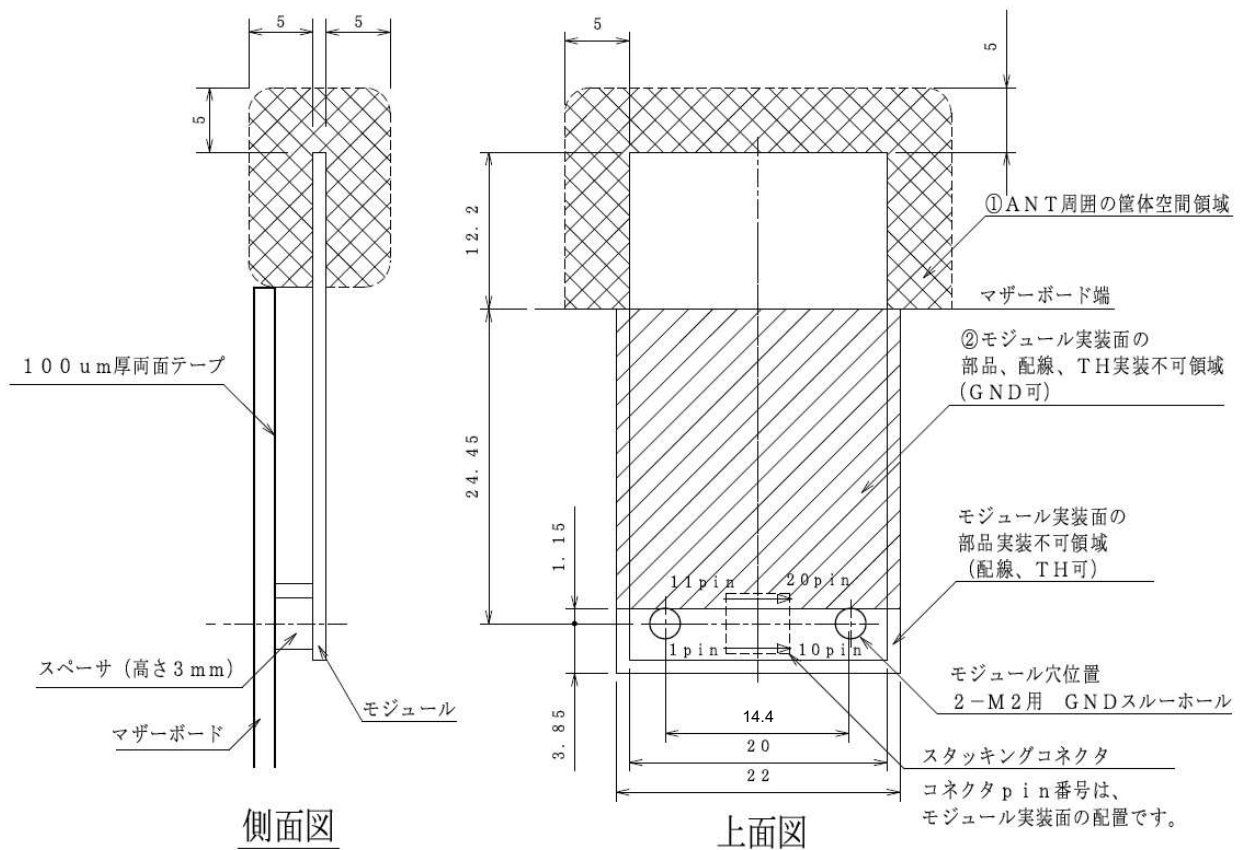

図 25 モジュール実装例での注意事項
- 1) マザーボードのモジュール搭載部(図 25 ②領域)は部品、配線、スルーホールは禁止とします。ただし、GND ベタおよび GND スルーホールについては可能です。
- 4) 本モジュールと接続するコネクタ(プラグ)の実装は、前述 4.6.1 項を参照の上、適切に実装してください。コネクタ(プラグ)実装時、マザーボードと干渉しない様、マザーボード端とモジュールの配置は図 25 の寸法値以下(24.45mm 以下)としてください。